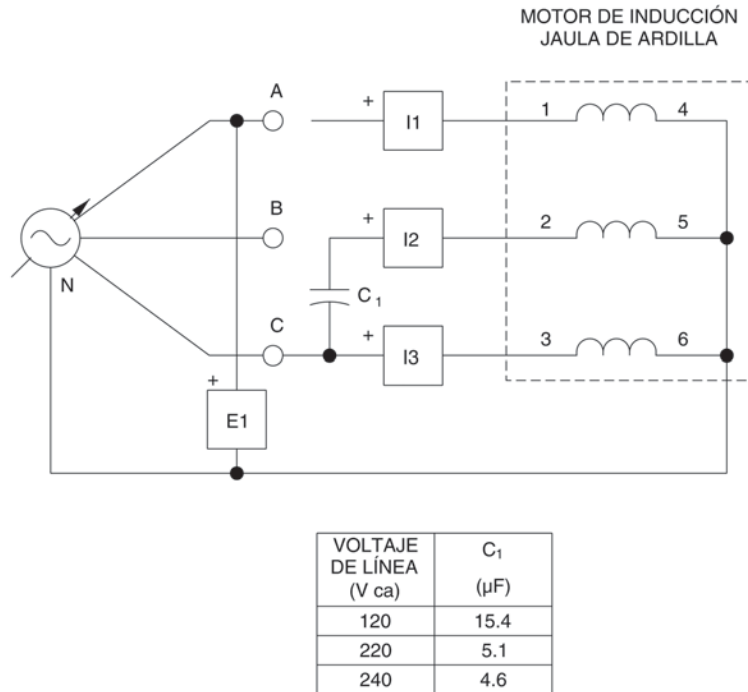

Figura 4-27. Adición de un condensador en el circuito del motor.
12. Utilice el módulo Carga capacitiva para conectar un condensador en el circuito del motor, como lo muestra la Figura 4-27. Ajuste la capacitancia de dicho condensador con el valor indicado en la misma figura.